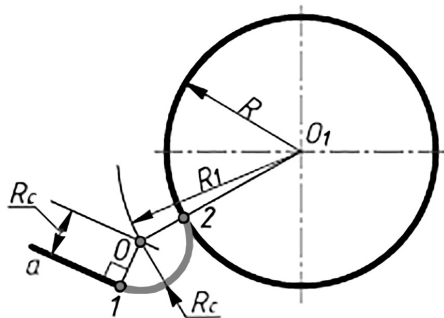

Рис. 39
*Сопряжение окружности и прямой дугой заданного радиуса.* Для нахождения центра сопряжения из точки  $O_1$  окружности проводят дугу вспомогательной окружности радиусом  $R_1$ , равном сумме радиусов сопрягаемой окружности  $R$  и радиуса сопряжения  $R_c$ . На расстоянии  $R_c$  от прямой  $a$  проводят параллельно ей вспомогательную прямую до пересечения со вспомогательной дугой. Точка пересечения  $O$  является центром сопряжения. Чтобы найти точки сопряжения 1 и 2, из точки  $O$  опускают перпендикуляр на прямую  $a$ , соединяют центр сопряжения  $O$  с центром окружности  $O_1$ . Затем соединяют точки сопряжения из центра сопряжения  $O$  дугой радиусом  $R_c$  (рис. 39).